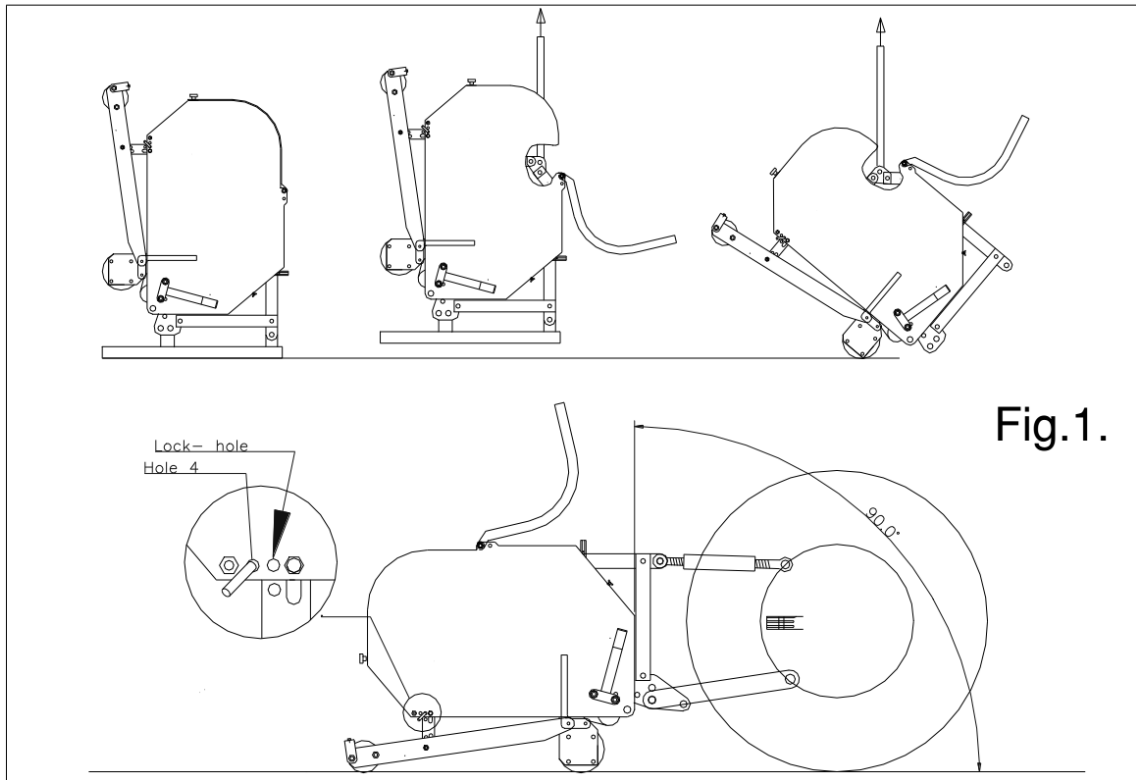

Fig.1.
Maskinen står vertikalt på pallen. For at fjerne pallen og få maskinen horisontalt ned på jorden, skal du gøre som følger (se fig. 1):
- @ Hvis VERTI-DRAIN ikke er korrekt monteret bag traktoren, se fig. 1., kan forskellige kraftudtagsvinkler medføre vibrationer i maskinens drivsystem. Disse vibrationer kan beskadige maskinen og hullerne i jorden.